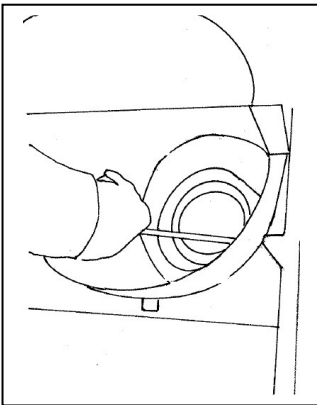

Bild 6
- Nach jeder Heizperiode sind die Verbrennungsrückstände nach Herausheben des Brennerrings (nur bei trockenem Brennerkopfboden und erkaltetem Gerät) zu entfernen (Bild 6). Harte Ölkoksrückstände am Einlauf sollte zweckmäßigerweise mit einem metallischen Gegenstand herausgero- chen werden.